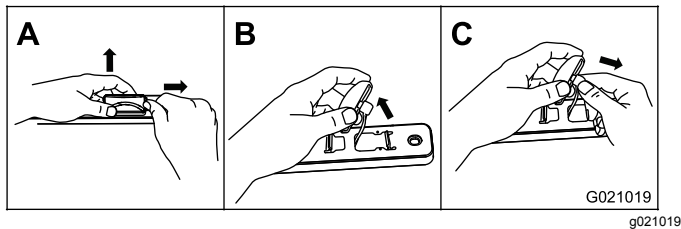

Figure 58
1. Appuyez sur 1 des languettes qui maintient le verre en place, et écartez le verre du reste du feu central (Figure 58).